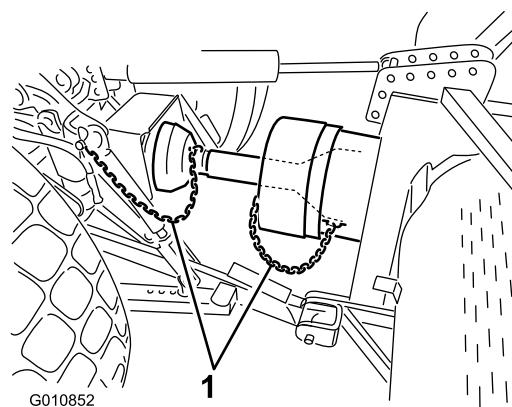

Figura 21
6. Ligue as correntes de segurança da protecção à protecção da tomada de força e ao suporte do tractor (Figura 21). Verifique se as correntes ainda ficam com folga quando o arejador sobe ou desce.